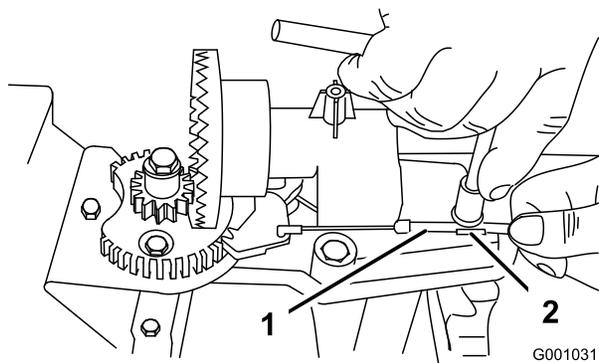
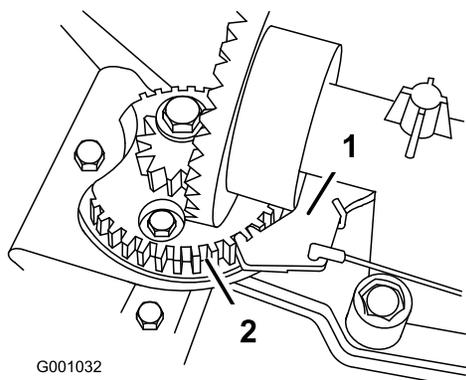

Figure 53
Figure 54
2. Desserrez le boulon du serre-câble (Figure 53).
3. Saisissez la gaine du câble et déplacez-la vers l'avant de la machine jusqu'à ce que le cliquet de verrouillage de la goulotte d'éjection s'engage complètement dans les dents du secteur (Figure 53 et Figure 54).
Remarque: Le cliquet est rappelé par ressort et s'engage naturellement dans les dents du secteur (Figure 54).